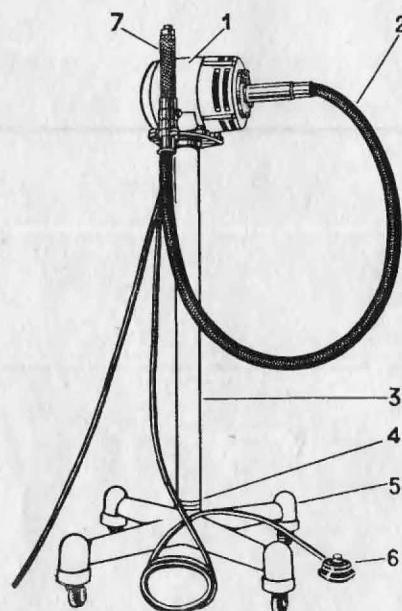

Рис. 1. Аппарат для обработки костей:
4.1. Аппарат (рис. 1) состоит из следующих основных частей: основания 5, стойки 3, электродвигателя 1, педали 6